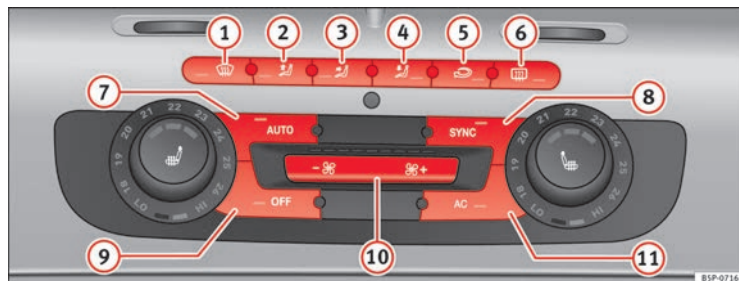

Fig. 131 Mandos del 2C-Climatronic en el tablero de instrumentos.
- Para activar el modo manual pulse una de las teclas → fig. 131 ① al ⑤, o pulse las teclas de la turbina ⑩. La función seleccionada aparecerá en el display de la radio o del navegador.
- Pulse la tecla  ⇒ fig. 131  para conectar o desconectar la recirculación de aire. Está conectada si en el display aparece el símbolo .